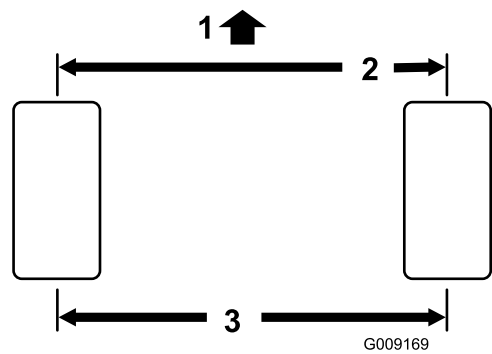

Bild 58
2. Messen Sie den Abstand vorne und hinten an den Lenkreifen Mitte-zu-Mitte (auf Achshöhe). Bild 58